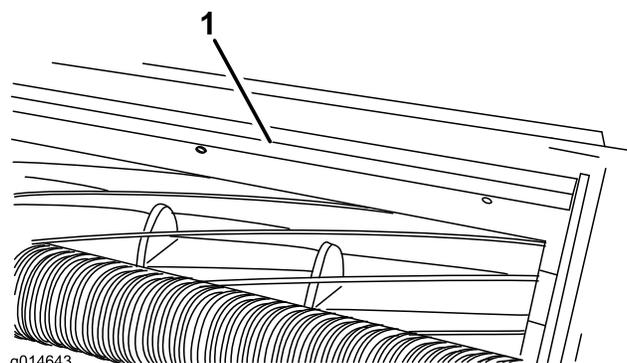

Bild 6
1. Lockern Sie die Schrauben, mit denen die obere Leiste an der Schneideinheit befestigt ist (Bild 6).